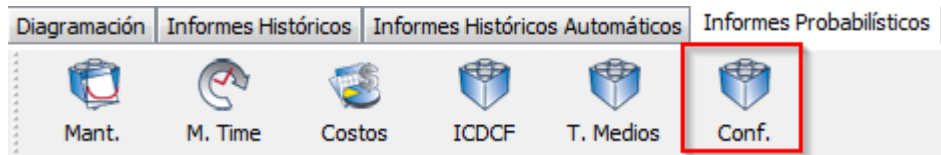

Ilustración 2: Icono de selección del Plugin.
- Seleccionar el ícono **Conf.** en el **Informe Probabilístico** (Ver ilustración 2).